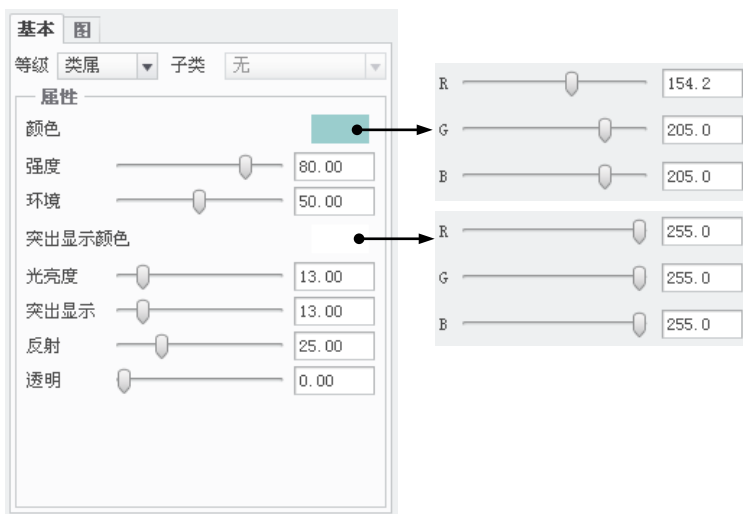

图 7.6.22 设置新外观的各项参数
Step3. 创建新外观。在“外观管理器”对话框中单击按钮，将新创建的外观命名为 app_block；参考图 7.6.22 所示，设置新外观的颜色和突出显示颜色的各项参数。